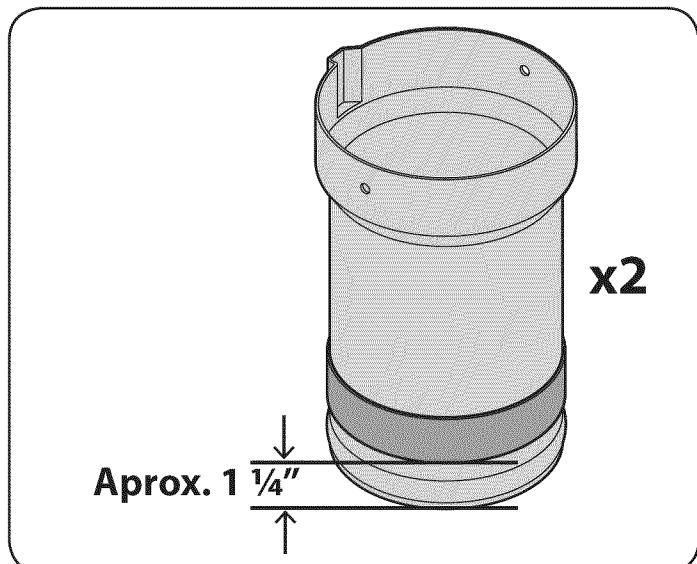

Figura 15
- Aplique una franja de goma adhesiva ancha, incluida en el paquete de elementos de ferretería 689-00342, en el tubo de extensión del canal, aproximadamente a 1.25" del extremo angosto del tubo de extensión, que debería estar aproximadamente $\frac{1}{4}$ " por encima del reborde del extremo angosto del tubo de extensión, como se muestra en la Figura 15.